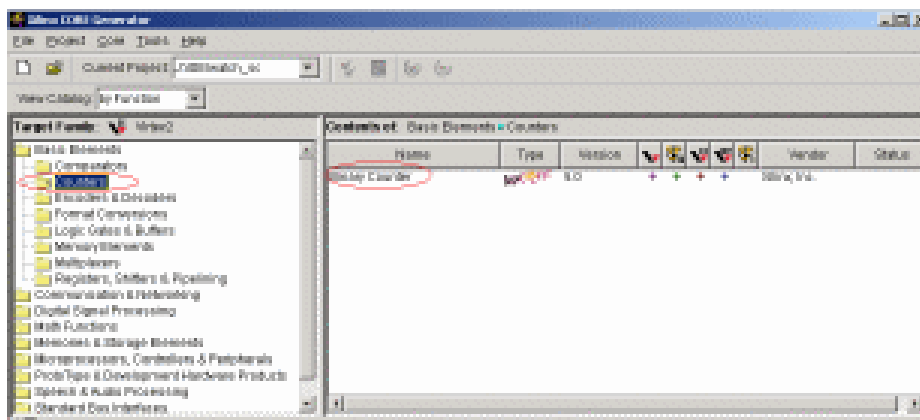

图9-15 选择“Coregen IP”类型资源
- (1) 在 IP Core 功能目录中选择“基本单元（Basic Elements）”，“计数器（Counters）”。左边的详细信息窗中会显示二进制计数器（Binary Counter）IP Core 项目如图 9-15 所示。